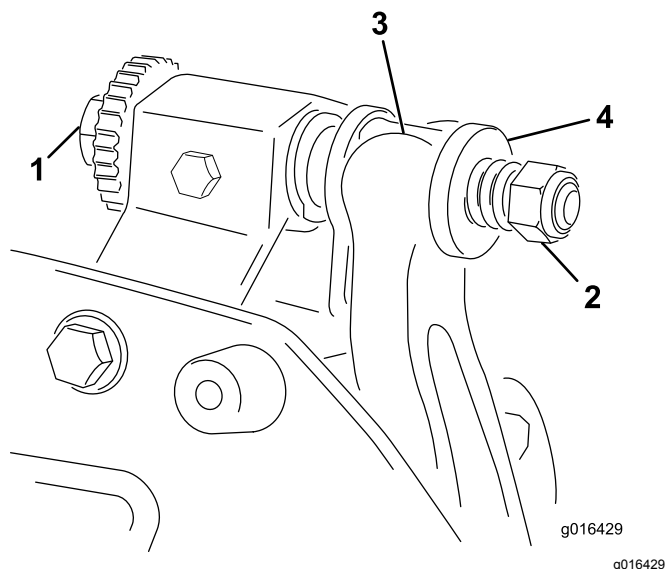

图21
1. 逆时针旋转底刀架调节螺丝将底刀后撤离开滚刀图21。
2. 退出弹簧加压螺母直到垫圈不再对底刀架图21 施压。
1. 安装底刀架将安装吊耳固定在垫圈与底刀架调节螺丝之间图21。